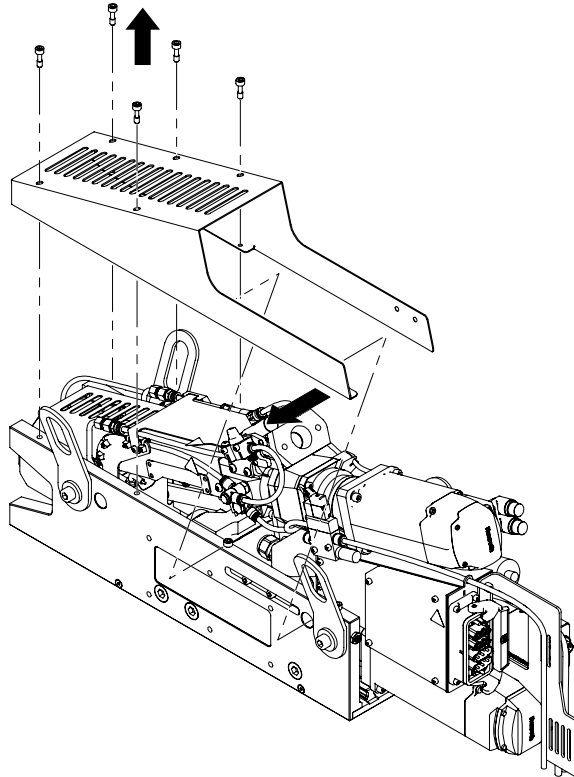

Figura 8-16 Rimozione del coperchio superiore
2. Rimuovere il coperchio superiore dell'E-Multi Mini. Vedere Figura 8-16 Rimozione del coperchio superiore.